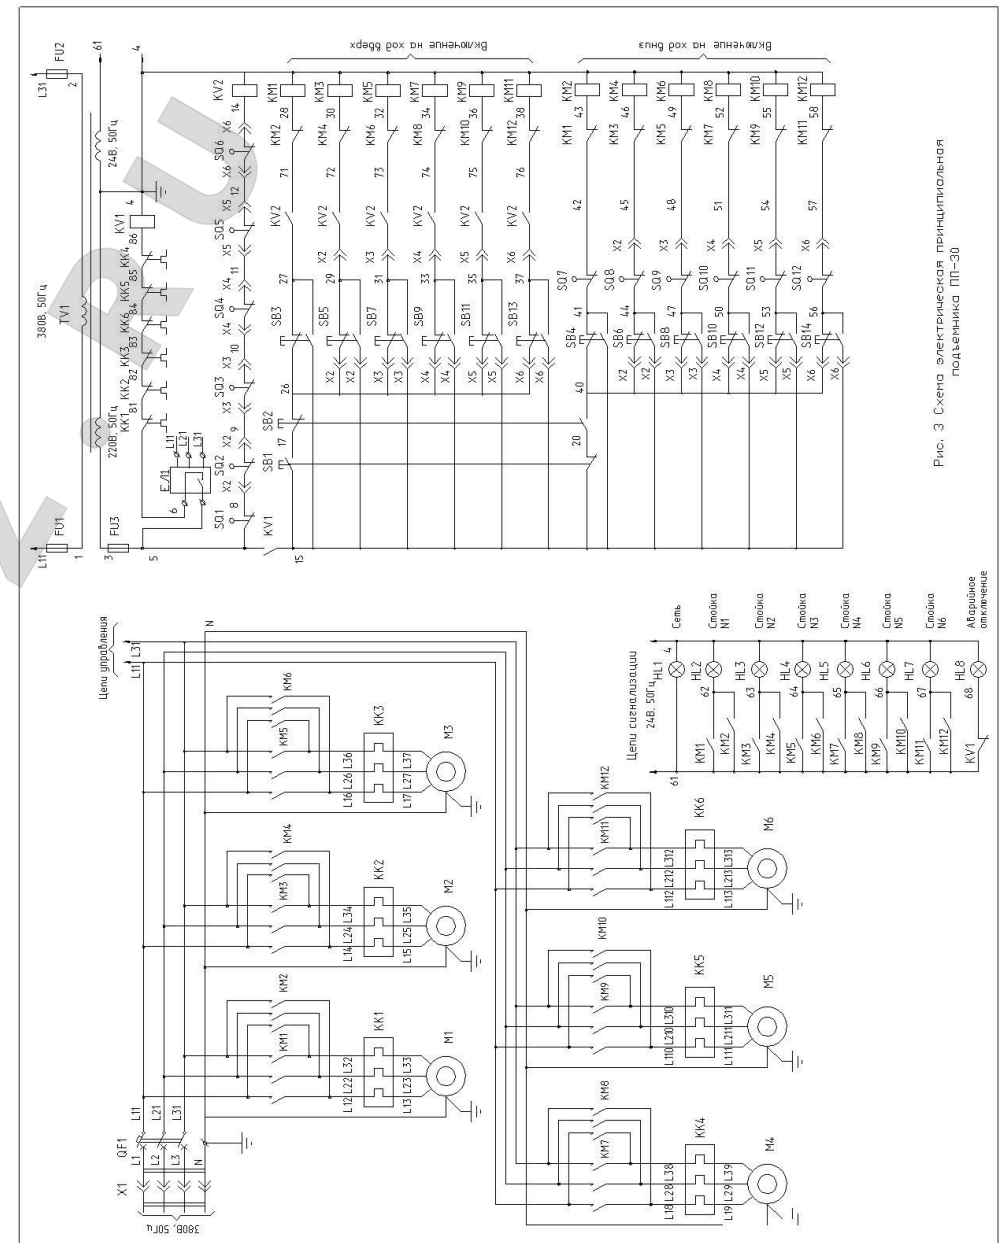

Рис. 3 Схема электрическая принципиальная подъемника ПП-30
4.3. Описание работы схемы электрической (см. Рис. 3). Управление подъемником осуществляется со шкафа аппаратного, установленного на первой стойке.